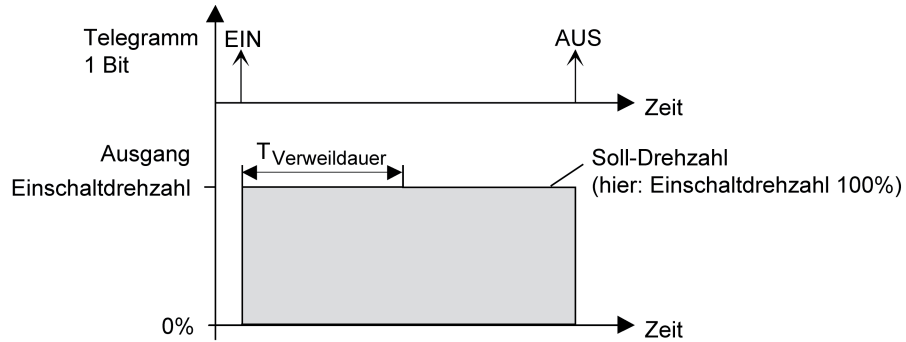
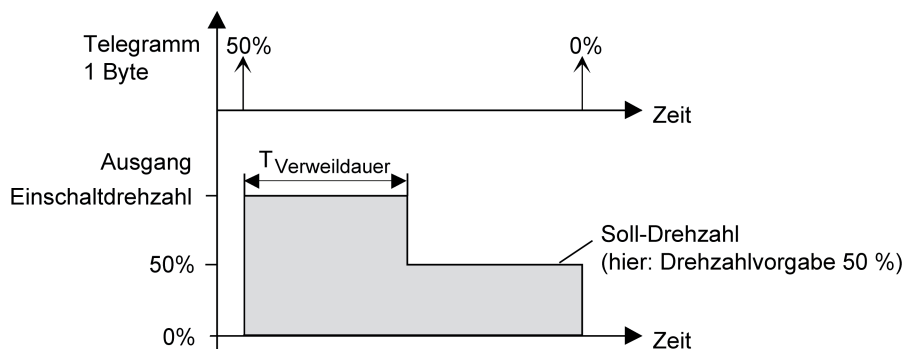
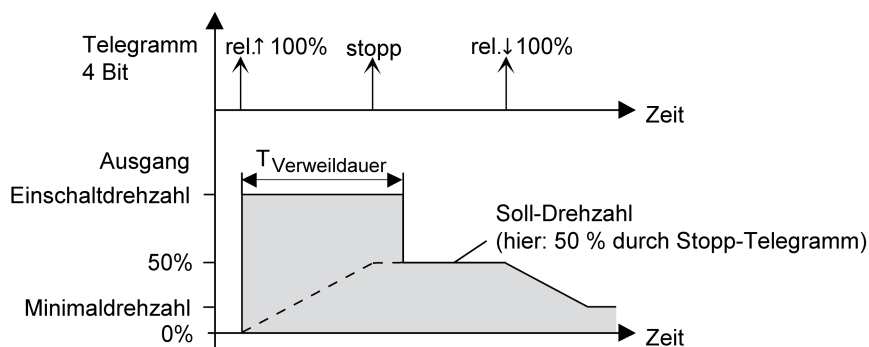

Bild 41: Einschalt Drehzahl und Soll-Drehzahl bei Schaltbefehlen
Bild 42: Einschalt Drehzahl und Soll-Drehzahl bei Wertbefehlen
Bild 43: Einschalt Drehzahl und Soll-Drehzahl bei relativen Dimmbefehlen
- i** Soll-Drehzahl: Die Soll-Drehzahl ergibt sich direkt aus Schaltbefehlen durch Schalt-Telegramme oder durch die Handbedienung. Die Soll-Drehzahl ist dann die Einschaltdrehzahl (Bild 41). Alternativ wird die Soll-Drehzahl unmittelbar durch Telegramme auf das Drehzahlobjekt oder durch Drehzahlvorgaben der Szenenfunktion oder Sperr- und Zwangsstellungsfunktionen festgelegt (Bild 42). Beim relativen Dimmen über ein 4 Bit Dimmtelegramm gibt die Schrittweite des Telegramms das Dimmziel und somit die Soll-Drehzahl vor. Wenn ein relativer Dimmbefehl durch ein Stopp-Telegramm angehalten wird (z. B. Taste am Tastsensor vorzeitig losgelassen), entscheidet der Zeitpunkt des Stopp-Telegramms, welche Drehzahl als Soll-Drehzahl eingestellt wird (Bild 43). Sofern das Stopp-Telegramm noch während der Verweildauer der Einschaltdrehzahl beim Aktor empfangen wird, berücksichtigt der Aktor die im Hintergrund nachgeführte und hochgedimmte Drehzahl zum Stoppzeitpunkt als Soll-Drehzahl. Wenn hingegen das Stopp-Telegramm bei Aktor eintrifft, nachdem die Verweildauer der Einschaltdrehzahl abgelaufen ist, stellt der Aktor die durch die Schrittweite des Dimmtelegramms vorgegebene Drehzahl als Soll-Drehzahl ein. Das Stopp-Telegramm wird in diesem Spezialfall verworfen. In der Regel senden Tastsensoren in der Standard-Konfiguration Dimmschrittweiten von 100 % aus. Das Stopp-Telegramm entscheidet dann, wann ein relativer Dimmvorgang vorzeitig abgebrochen wird. Kommt das relative Dimmen in der Betriebsart "Drehzahlsteller" zum Einsatz und ist eine relativ kurze Verweildauer zur Einschaltdrehzahl konfiguriert, sollten Tastsensoren auf kleinere Dimmschrittweiten mit Telegrammwiederholung umkonfiguriert werden. Hierbei ergibt sich der Vorteil, dass keine Stopp-Telegramme ausgesendet werden müssen, um Zwischenwerte des möglichen Dimmbereiches anzudimmen.